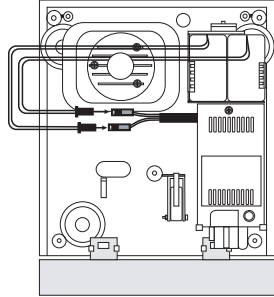

Fig. 2
- 1) Ouvrir la sirène. Si présent, enlever le pont anti-passivation du connecteur de chaque pile et procéder à la connexion des piles (**uniquement au moment de l'apprentissage**) conformément aux indications de la fig. 2. Pour l'acquisition et la configuration de la sirène, consulter le Manuel d'installation du système WL31.
- 1) Die Sirene öffnen. Wenn vorhanden, die Brücke für den Passivierungsschutz von jeder Batterie abtrennen und die Batterien anschließen (**erst im Moment des Erfassung**), wie es in Abb. 2. gezeigt wird. Zur Erfassung und Konfiguration der Fernsteuerung die Anweisungen im Installationshandbuch des Systems WL31 befolgen.